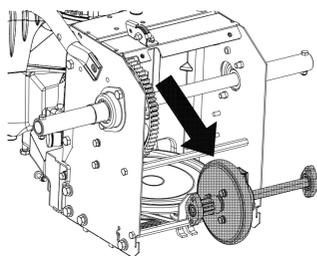

Рис. 40
- Приложив усилие, вытяните шестигранный вал и переходный вал в сборе (рис. 40).